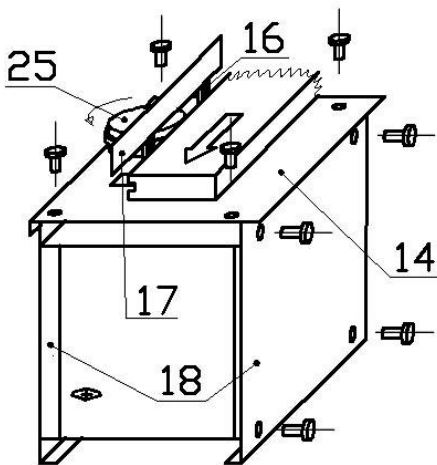

Рис. 11
Для приведения станка в вертикально-фрезерное положение на станок снизу и сверху устанавливаются дополнительные основания корпуса (18) и станок устанавливается на левый бок (Рис.11).
#### 4.6. Фрезерование вертикальное. (Рис.11). (все модификации Ф)
- Установить на станок (Рис.11) снизу и сверху основания корпуса (18) (при наличии кронштейнов пильного стола (33) верхнее основание установить на них);
- Наложить пильный стол (14) на станок и закрепить его винтами;
- Установить фрезу (25), регулируя ее положение шайбами и втулками под фрезой или столом (14), и надежно закрепить ее;
- Установить регулировочные уголки (16) на нужные размеры;
- Производить фрезерование, подавая материал с задней части станка, вдоль уголков (16) и направляющей линейки (17).